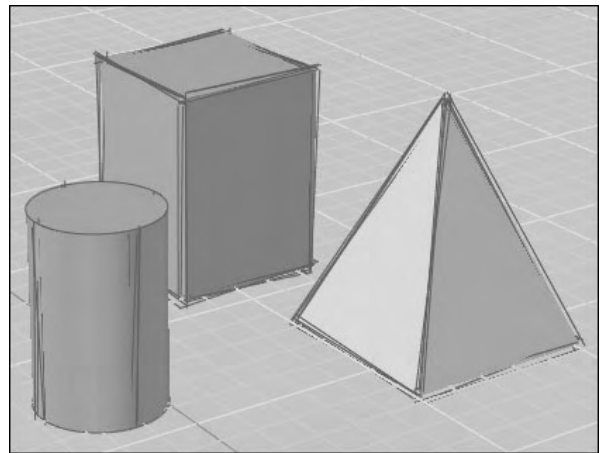

Fig.9.13
- **Bouton Créneler et Paramètre** (Jitter) : donne l'apparence d'une esquisse aux lignes (fig.9.13). Les paramètres sont Faible, Moyen et Elevé ; ils peuvent être désactivés. Ce bouton permet d'activer et de désactiver l'effet de crénelage. Lorsqu'il est activé, vous pouvez modifier le paramètre.